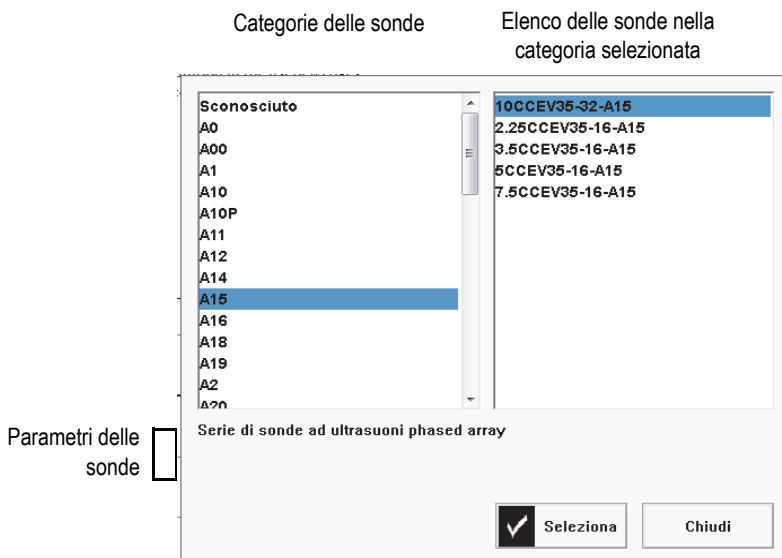

Figura 4-2 La finestra di dialogo di selezione delle sonde
3. Selezionare **Sonda** per selezionare la propria sonda nell'elenco di sonde predefinite (vedere Figura 4-2 a pagina 113):